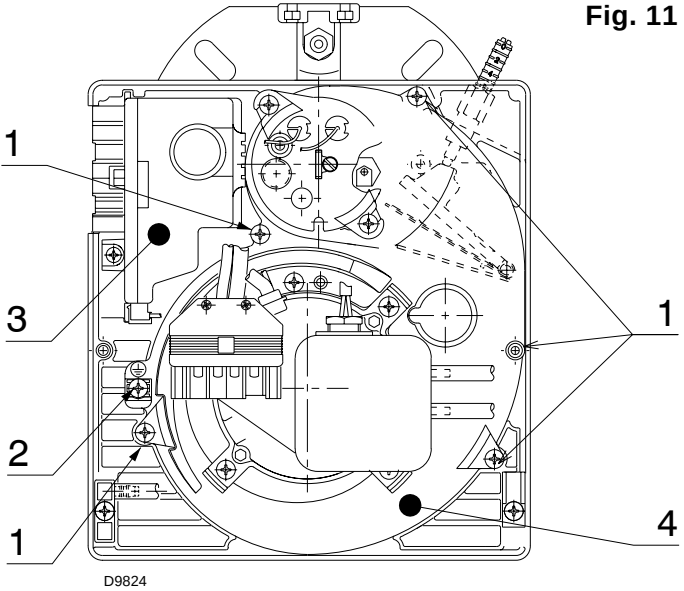
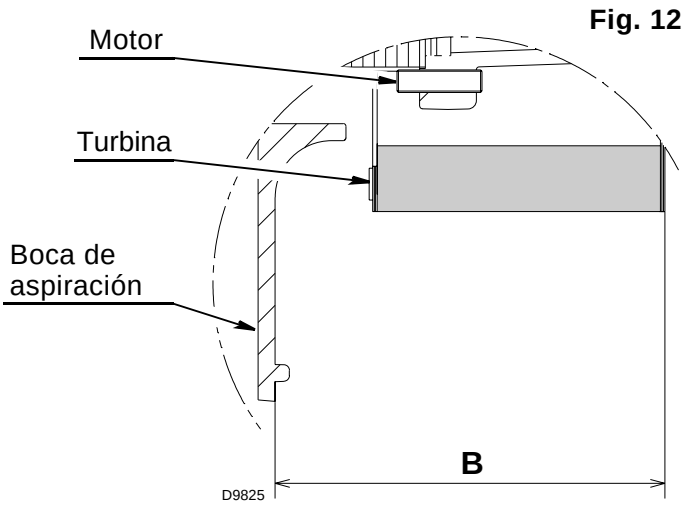

Fig. 11
Fig. 12
- desenroscar los tornillos (1) (Fig. 11) y el tornillo (2 borne de tierra);
- desconectar las conexiones eléctricas de la caja de control (3);
- extraer la boca de aspiración (4) sin desmontar los componentes.
- Si es necesario, desmontar la turbina con cuidado. Para volver a montar, se debe respetar la cota **B** (fig. 12) indicada en la tabla.